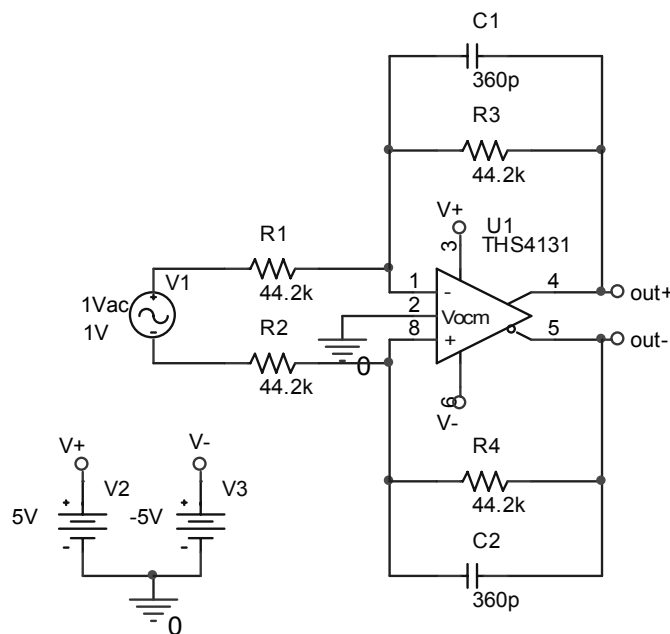

Figura 5.71. Schema de testare a amplificatorului THS4131
Vom testa modelul amplificatorului operațional THS4131 pe care tocmai l-am importat de la producătorul Texas Instruments prin utilizarea lui în schema din figura 5.71.
1. Într-un proiect nou, desenați schema din figura 5.71. Sursa V1 este de tip VAC.